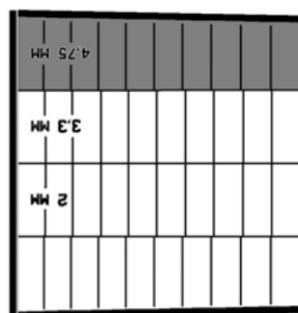

Figura 6.6 – Ex. preparação dos resultados
- Feche o medidor com a tampa e rode 90° (*Figura 6.6*);